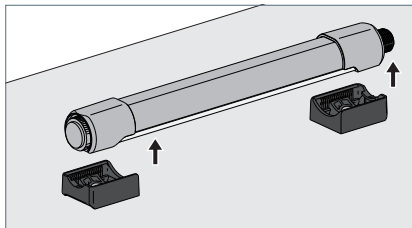

Fig. 10: Leuchte ausbauen.
- ▶ Drehen Sie die Leuchte mit der Blende zur Montagefläche und heben Sie die Leuchte aus den Haltern, siehe Fig. 10.